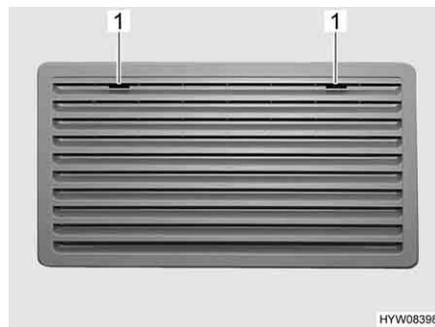
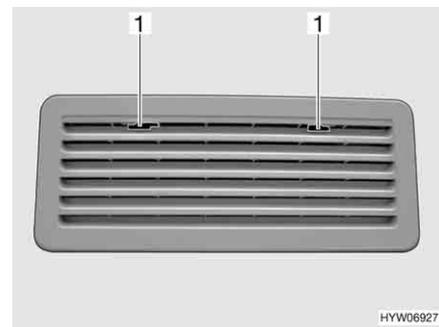

Fig. 191 Griglia di aerazione del frigorifero (Thetford grande)
Fig. 192 Griglia di aerazione del frigorifero (Thetford piccolo)
- Spingere verso il centro l'arresto (Fig. 191,1 o Fig. 192,1).